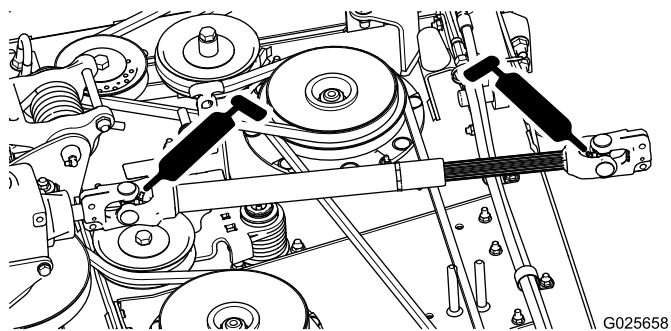

Figura 16
- Veio propulsor da tomada de força (2) (Figura 16)